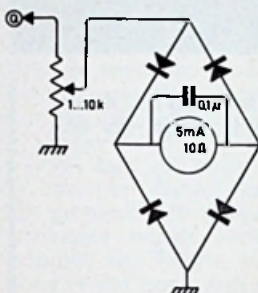

Fig. 3
Q), waarvan de schakeling in fig. 3 is gegeven. Een milliammeter met bruggelijkrichter (meetcel) is op een lineaire potmeter aangesloten, waarmee de meter kan worden ingesteld op volle uitslag bij maximale uitgangsenergie.